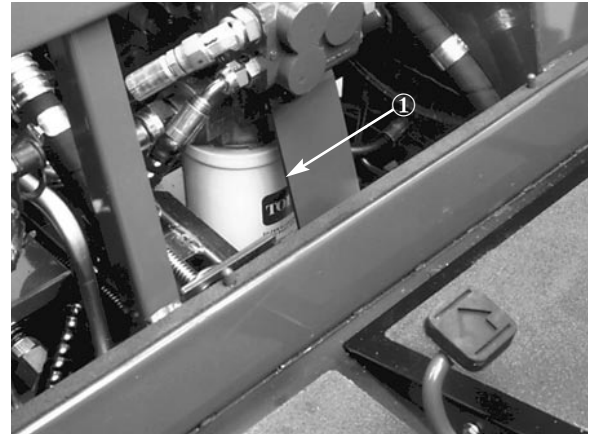

Bild 35
2. Reinigen Sie den Bereich um den Filteranbaubereich (Bild 35). Stellen Sie eine Auffangwanne unter den Filter und entfernen diesen.